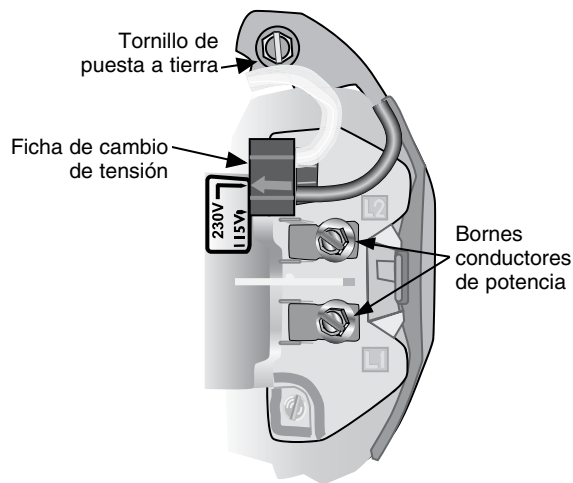

Figura 6 - Configuración de tensión a 230 voltios, tipo ficha.
1. Conecte primero el cable a tierra, luego el borne verde de puesta a tierra suministrado debajo del techo del motor (consulte la Figura 6) identificado como GRD. Haga la conexión a tierra con este borne. No conecte el motor a una fuente de corriente Eléctrica hasta que la unidad esté conectada a tierra en forma permanente, de lo contrario existe el peligro de provocar un choque eléctrico grave o fatal.